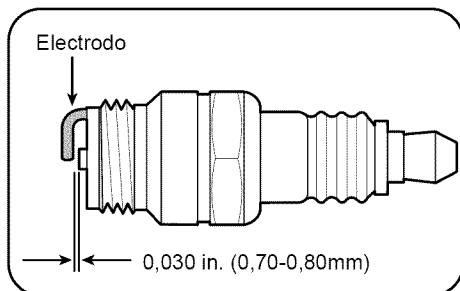

Figura 20
- Inspeccione la separación utilizando un calibre de separaciones de alambre. Ajuste la separación a 0,030" (0,76mm) doblando con mucho cuidado el electrodo con conexión a tierra. Vea la Figura 20.